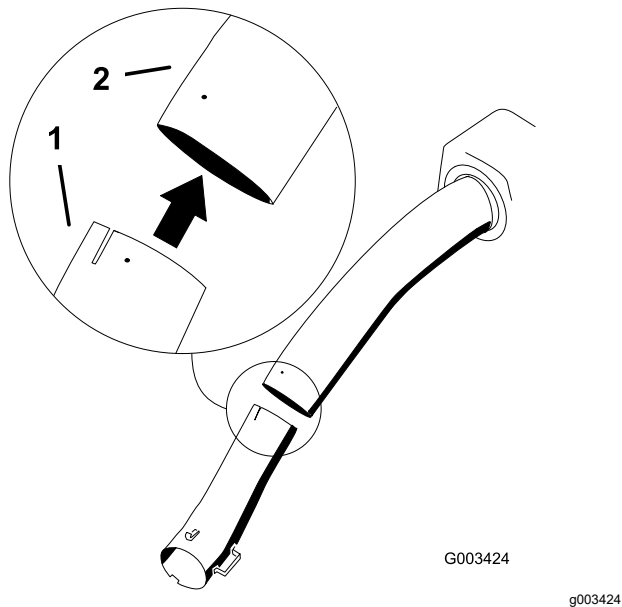

Bild 26
8. Setzen Sie das untere Rohr in das obere Rohr ein (**Bild 26**).